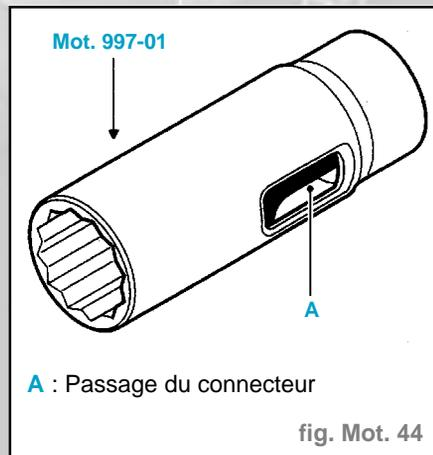

fig. Mot. 44
- Déposer l'électrovanne en utilisant l'outil **Mot.997-01** (fig. Mot. 44).